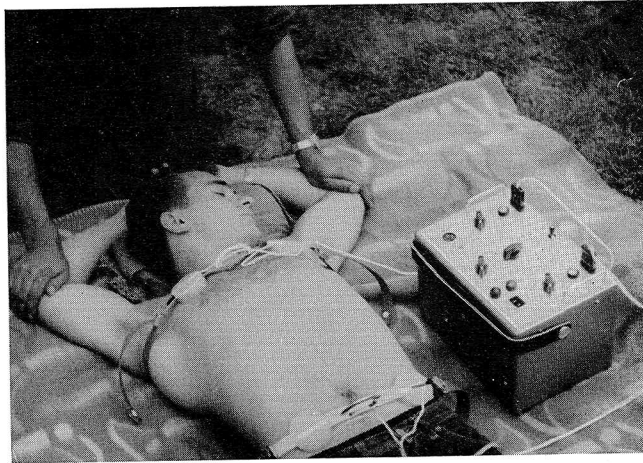

Bild 5
4. Für eine **länger dauernde Beatmung**, insbesondere auch auf dem Transport des Verunglückten, legt man die mitgelieferten Befestigungsbänder um Brustkorb bzw. Bauch herum und hängt die Schnallen in die Haken der Beatmungselektroden ein. Durch Zug an den Enden der Gummibinden werden diese angespannt, so daß die Beatmungselektroden unter Spannung fixiert sind. (Bild 5)
Nachdem die üblichen und von den manuellen Wiederbelebungsverfahren her allgemein bekannten Vorbereitungen getroffen wurden (Seitenlage des Kopfes, Freimachen der Atemwege), werden die Arme des Verunglückten (Rückenlage) nach oben gezogen und an den Oberarmen oder Ellenbogen so festgehalten, daß eine Bewegung der Arme zum Körper hin unmöglich wird (Bild 5) Nunmehr wird das Gerät selbst eingeschaltet. Der Hauptschalter A wird auf Stellung „Normal“ gebracht, wobei die gelbe Kontrolllampe B aufleuchtet und die Betriebsbereitschaft anzeigt.